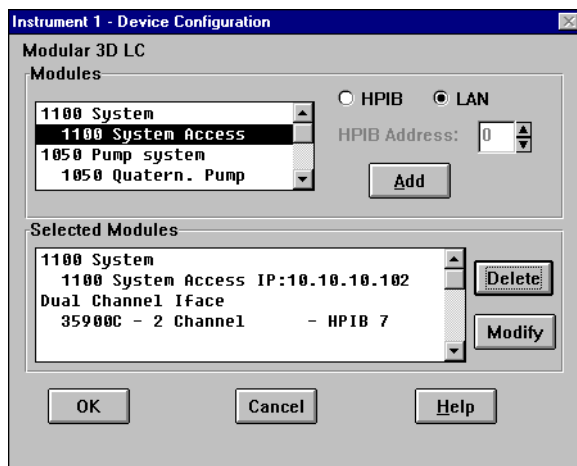

图 19 安捷伦化学工作站配置编辑器: 设备配置对话框
- 8 在设备配置对话框中，从列表中选择“**1100 System Access**”（参见第 104 页的图 19）。如果是 GPIB 连接，选择 **GPIB** 按钮，GPIB 电缆与组件 GPIB 地址连接，系统访问 GPIB 地址。如果是 LAN 连接，则选择 **LAN** 按钮。